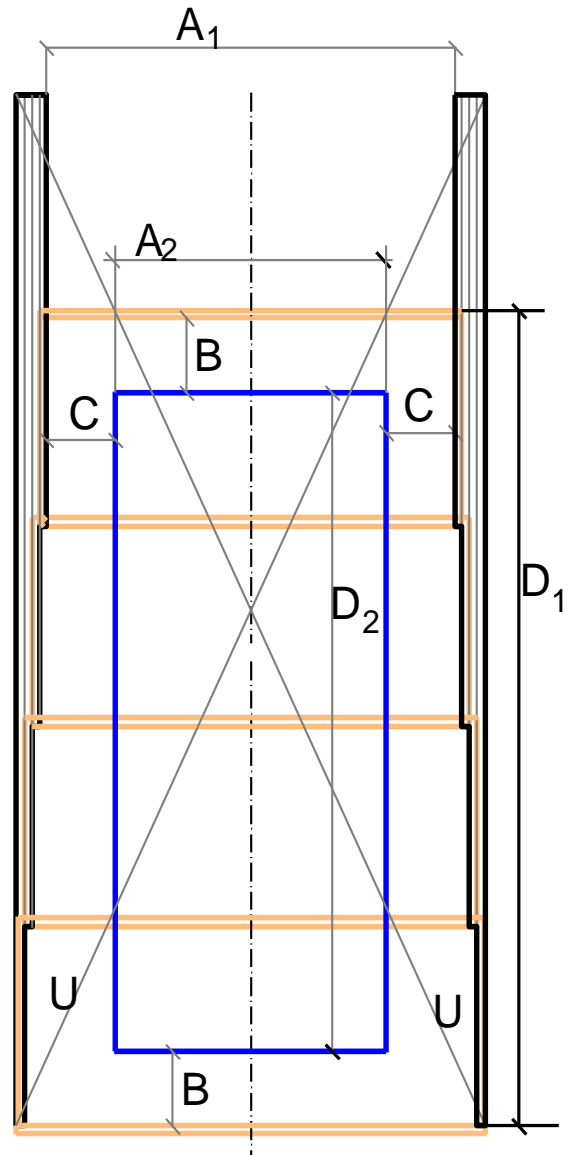

Bild 103
1.4. Zwischen den Innenkanten der Schienen die Entfernung A₁ messen (Bild 103).
1.5. Von beiden Seiten messen wir zwischen dem Außenrand des Pools und den Innenrand der Schienen den Wert C (Bild 103).
1.6. Vom Anfang der Schiene bis zum Beckenrand messen wir den Wert B (Bild 103).
1.7. Wir messen die Länge der beiden Diagonale U und stellen sicher, dass beide Werte gleich sind (Toleranz ±5mm) (Bild 103).